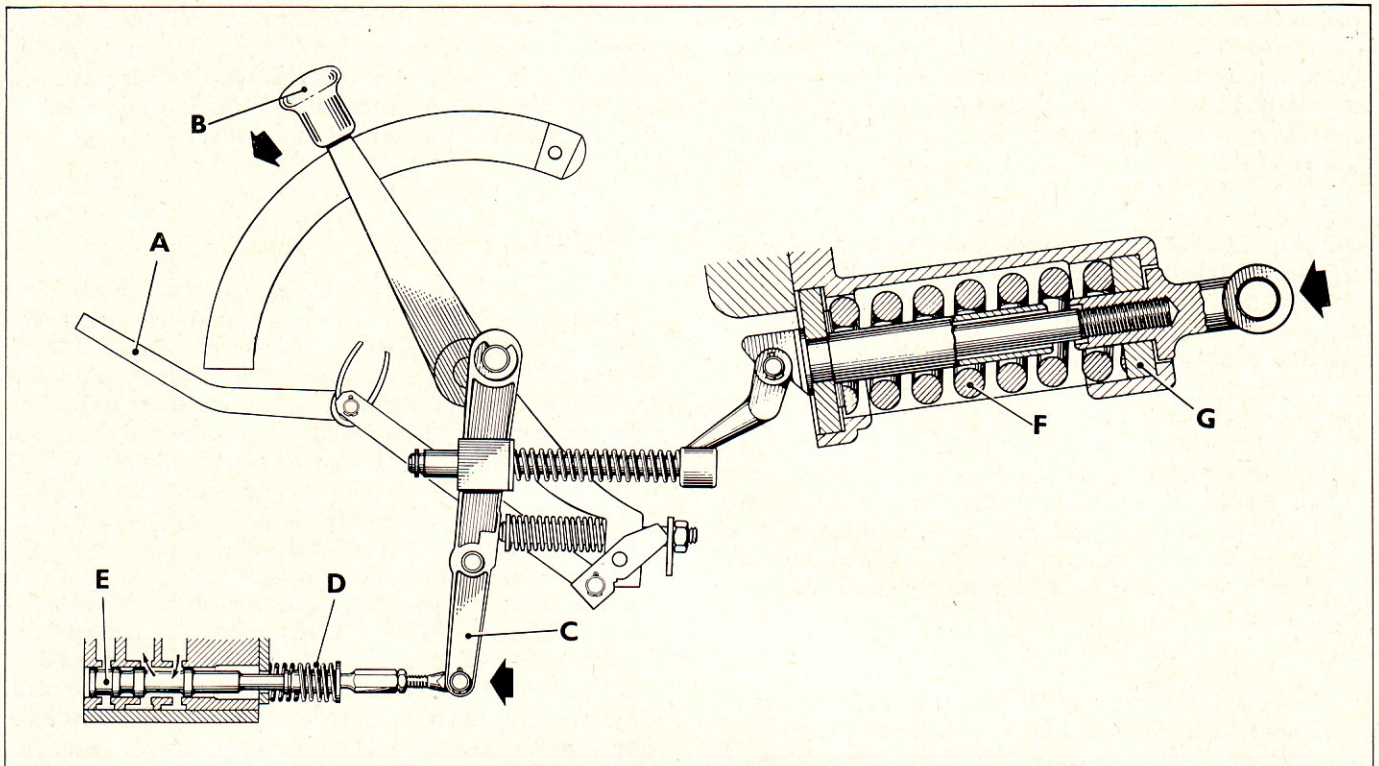

Figure 6: Contrôle d'effort - Remontée de l'outil provoquée par une diminution de tension sur l'articulation supérieure
1. Une augmentation de résistance provoque une diminution de la traction sur l'articulation supérieure (Figure 6); le ressort principal de contrôle d'effort "F" peut se détendre vers l'avant, chassant dans cette direction le plongeur de contrôle d'effort et le levier du tiroir de commande "C". Le tiroir de commande "E" est alors amené en position montée.